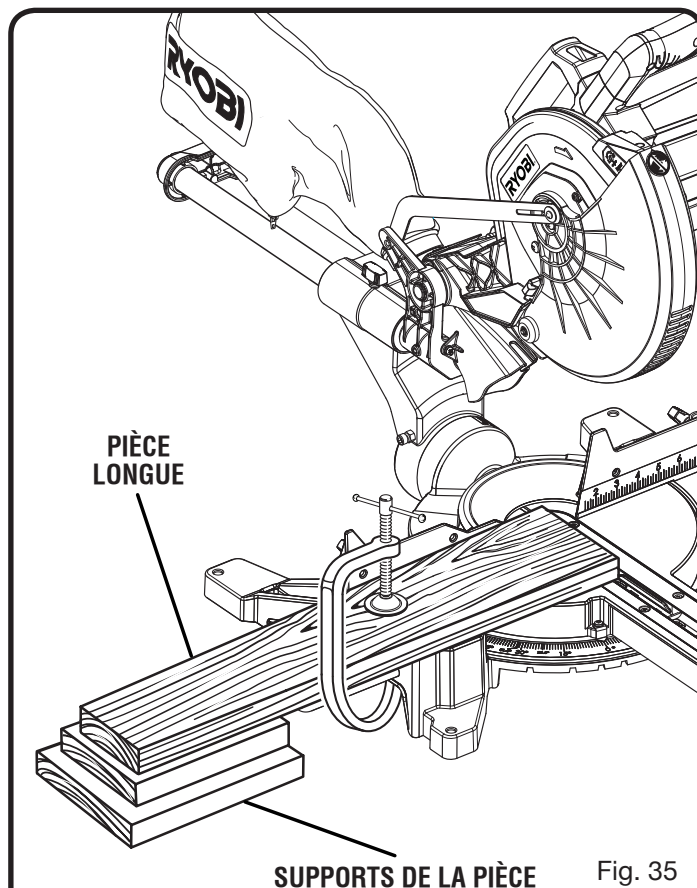

Fig. 35
- Lors de la coupe de planches ou de moulures longues, soutenir l'extrémité libre de la pièce avec un chevalet à rouleau ou un plan de travail se trouvant au même niveau que la scie. Voir la figure 35.
- Lors de la coupe de longues pièces ou moulures, retenez l'extrémité opposée de la pièce avec un support à rouleau ou une surface de travail de niveau avec la table de la scie. *Voir la figure 35.*
Voir la figure 35.
- Lors de la coupe de planches ou de moulures longues, soutenir l'extrémité libre de la pièce avec un chevalet à roulement ou un plan de travail se trouvant au même niveau que la scie. Voir la figure 35.